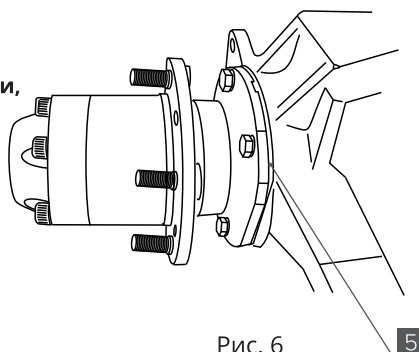

Рис. 6
7. Установите на цапфу [2] четыре регулировочные прокладки [5]. И, вместе с прокладками, установите ступичный узел в сборе в поворотный кулак. (рис.6)
10. Для совмещения точки перелома ШРУСа с осью поворота кулака установите на цапфу [2] дополнительные регулировочные прокладки [5] (смещение наружу, к колесу) или уберите часть ранее установленных прокладок (смещение внутрь, к редуктору). (рис.6)